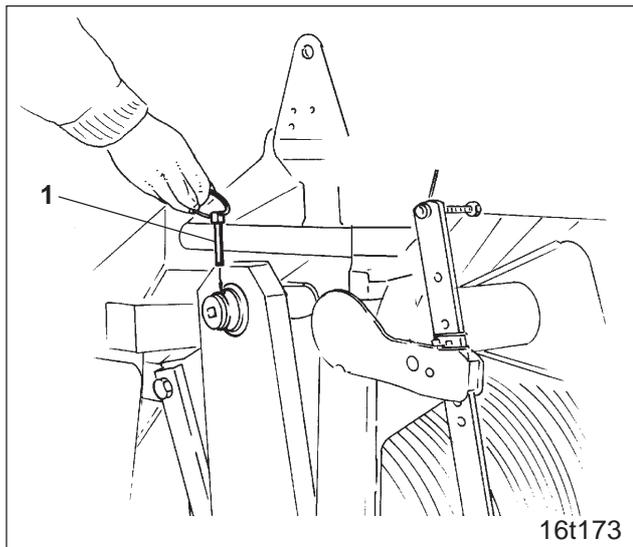

Fig. 10.8
Dans ce cas de figure, pour pouvoir contrôler le débit de grain à poste fixe, il faut retirer la goupille agricole (fig. 10.8/1) de l'entraînement intermédiaire du rouleau PneuPacker.
- brochez la goupille agricole (fig. 10.8/1) dans l'arbre d'entraînement intermédiaire du rouleau PneuPacker.